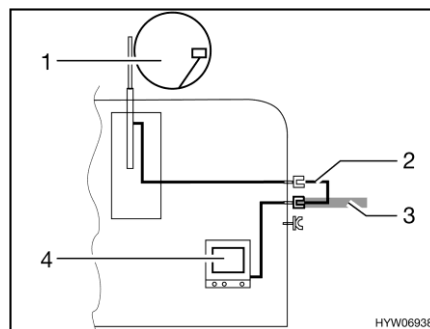

Bild 199 TV im Fahrzeug
- TV im Fahrzeug (Bild 199,4): Anschluss an Dachantenne (Bild 199,1) mit Verbindungskabel (Bild 199,2)
- TV im Fahrzeug (Bild 199,4): Anschluss an externe Antenne (Bild 199,3)